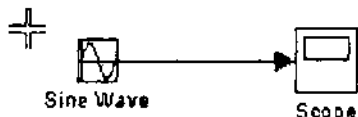

图 6-24
(1) 首先定义方框的起始角,方法是把鼠标指针移到方框的一个起始角上,然后按下鼠标按钮,如图 6-24 所示。